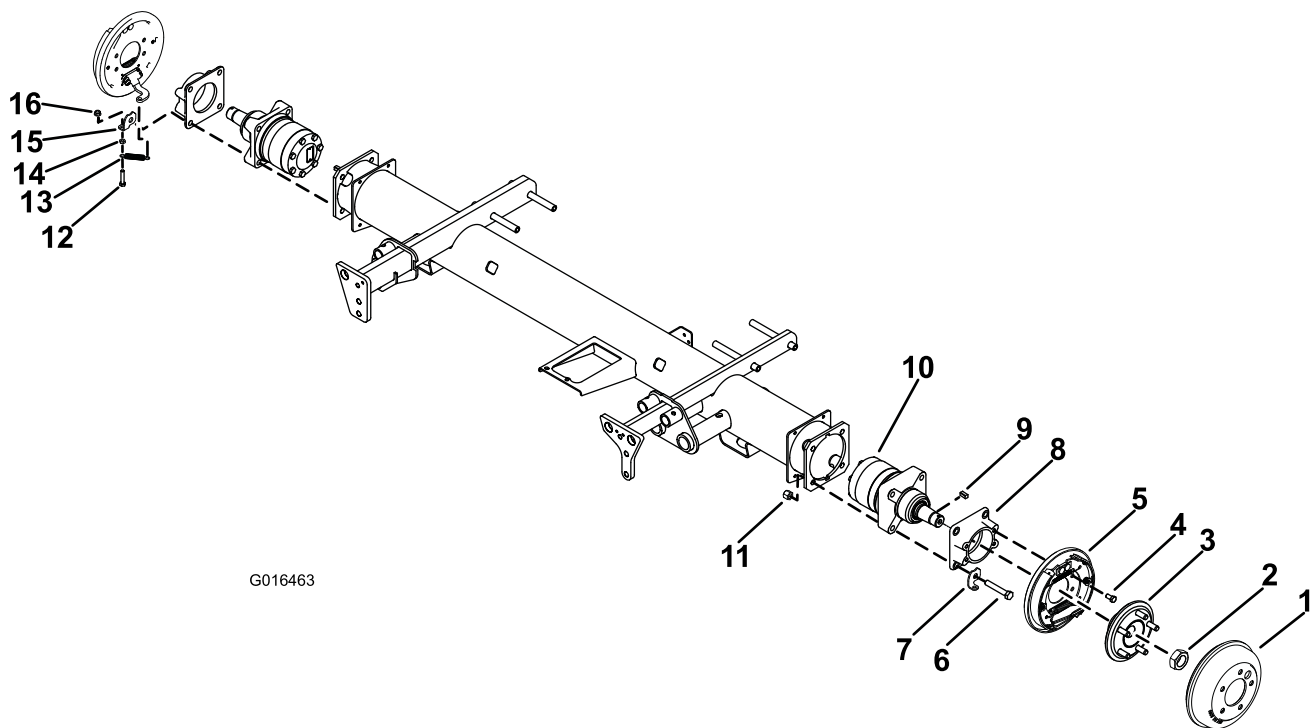

Bild 1
3. Lockern Sie die Sicherungsmutter (nicht entfernen), mit der die Radnabe am Radmotor befestigt ist (Bild 1). Lockern Sie die Sicherungsmutter um mindestens zwei Umdrehungen.
5. Nehmen Sie die Sicherungsmutter und die Radnabe von der Motorwelle ab (Bild 1).
6. Entfernen Sie die vier Schrauben, mit denen die Bremse am Bremsadapter befestigt sind, und entfernen Sie die Bremse (Bild 1).
12. Entfernen Sie die vier Sicherungsmuttern, mit denen der Bremsadapter, der Radmotor und der Federclip am Rahmen befestigt sind (**Bild 1**).
Hinweis: Ziehen Sie die Schrauben bis auf 91-113 N·m an. Stellen Sie sicher, dass der Federclip so ausgerichtet ist, wie in **Bild 1** abgebildet.